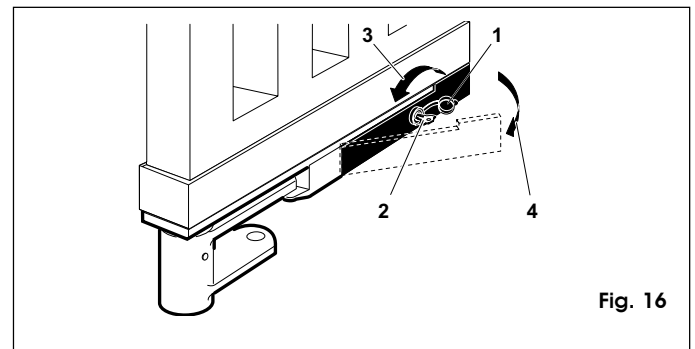

Fig. 16
- aprire il tappo di protezione della serratura (fig. 16-rif.1)
- introdurre la chiave di sblocco nella serratura (fig. 16-rif. 2)
- ruotare la chiave nella direzione del pilastro fino a battuta (fig. 16-rif. 3)
- tirare la leva verso di sé (fig. 16-rif. 4)